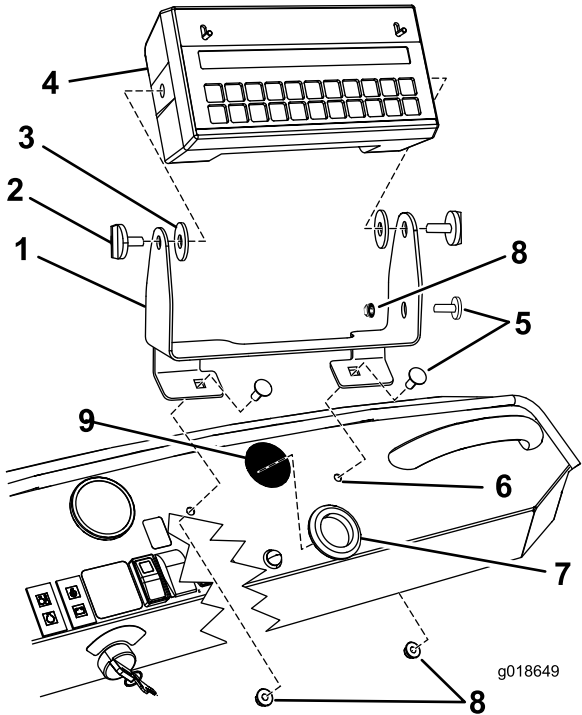

Figura 2
1. Instale el soporte de montaje en el salpicadero y sujételo con pernos de cuello cuadrado (5/16 x 3/4") y 2 contratuercas (5/16"), según se muestra en Figura 2.
7. Monte la consola en el soporte de montaje con 2 pomos (Figura 2).